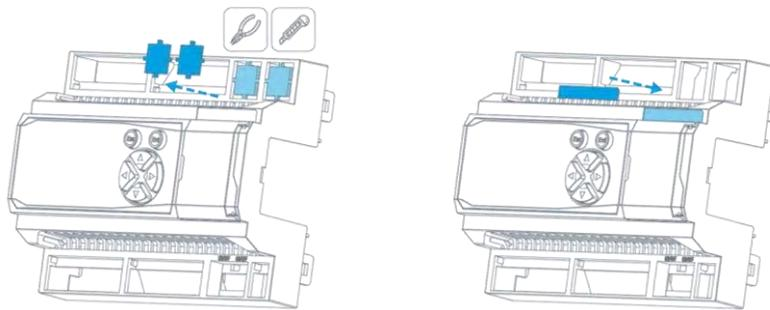

Рис. 64 – Удаление заглушек, наклейка шильдика
- В зависимости от типа выбранного сетевого модуля, удалите одну или обе заглушки корпуса, и приклейте маркировочный шильдик из его комплекта поставки как показано на Рис. 64;